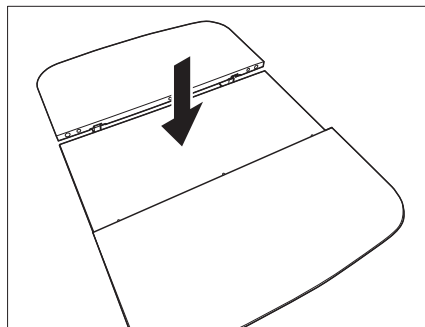

Fig. 104 Abbassamento della parte centrale
- Spingere con forza la parte centrale del tavolo verso il basso (Fig. 104). La parte centrale viene spinta verso l'alto da una molla.
- Spingere con forza la parte centrale del tavolo verso il basso. La parte centrale si innesta in posizione inferiore (Fig. 104).